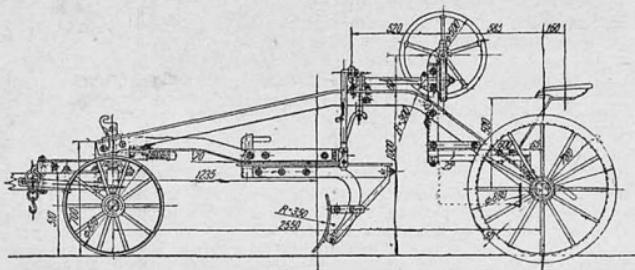

Рис. 1. Грейдер легкого типа, изготовленный на Онежском заводе
б) проверяют положение контактов прерывателя 5 и 6 (рис. 1) — замкнуты или нет, и если они не замкнуты, то врачают пусковой рукояткой коленчатый вал до тех пор, пока контакты не замкнутся;
3) снять провод 1 с клеммы выключателя (рис. 1) и соединить эту клемму изолированным проводником с молоточком прерывателя 7 (удобно прижать конец провода в пластинке, соединенной с молоточком, настоящей или деревянной пробкой, вставленной в отверстие, в которое ввертывается бронированный провод).
Если сгорел амперметр, нужно непосредственно соединить провода 25 и 26 (рис. 1).
На рис. 1 изображен легкий дорожный грейдер, изготовленный Онежским заводом.